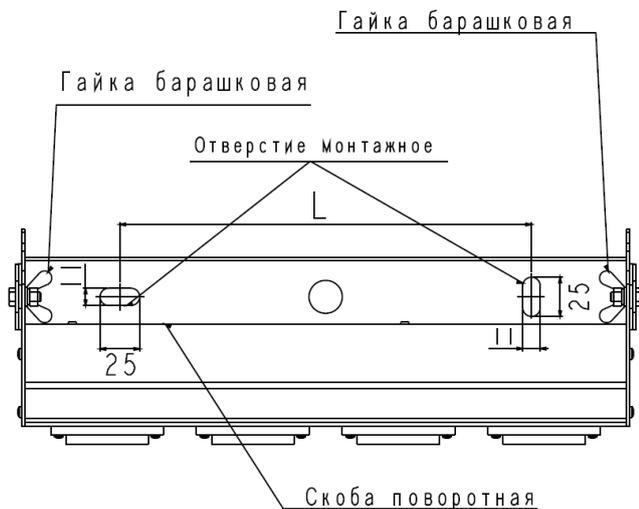

Рис.1
- закрепить светильник через монтажные отверстия.Размеры монтажных отверстий и их положение указаны на рис.1, расстояние между монтажными отверстиями: